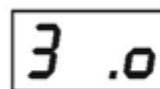
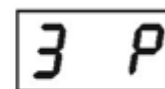

图5
图6
(3) 显示图 5 或图 6: 为选择输出的显示类型。长按 SET 键 3 秒, 最后位闪烁, 这时可短按 SET 键选择。长按 SET 键 3 秒, 不闪烁。短按 SET 键, 进入下一个选择。
选择图 5: 显示值为输出电压值, 0~10V 和 2~10V;
选择图 6: 显示值为阀杆的百分比值, 0~100%。注意: 当输入信号选择为 4~20mA (2~10V) 时, 0% 对应的 2V, 50% 对应的 6V, 100% 对应的 10V。